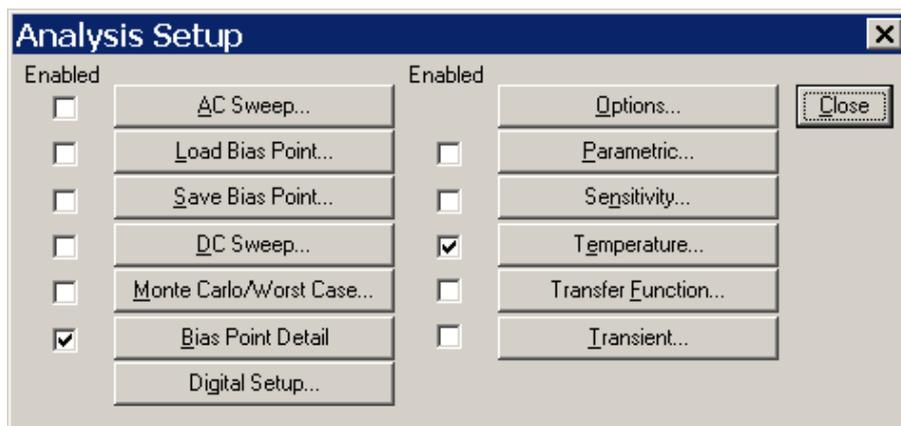

Рисунок 1.2 – Выбор типа анализа
1.4.2 С помощью меню **Analysis > Setup** открыть окно настройки моделирования и выбрать тип анализа **Bias Point** (рис. 1.2).